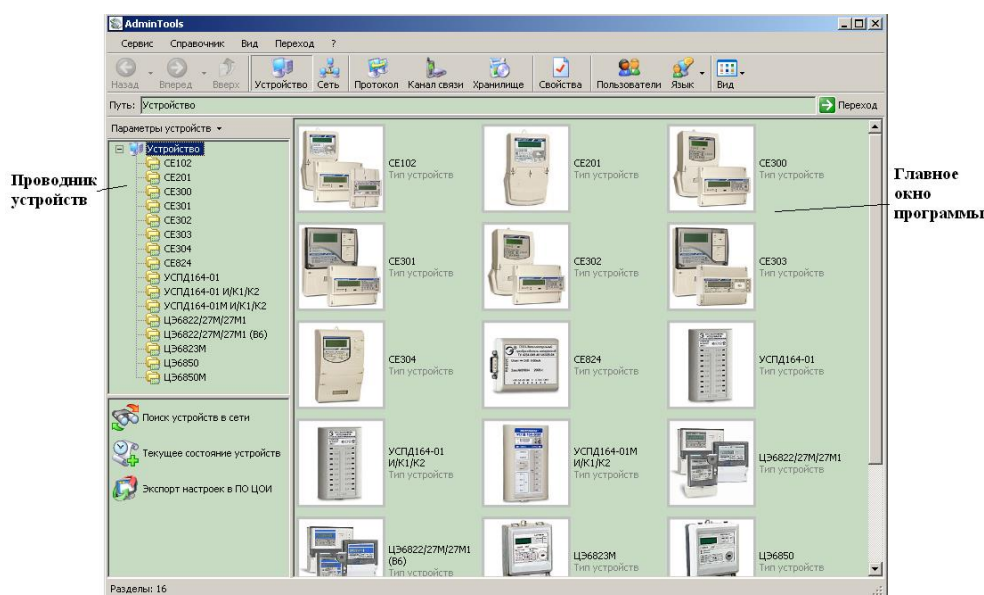

Рисунок 6.1 – Вид окна программы для выбора типа счётчика
6.1 Нажать кнопку «Устройство» на панели инструментов. Выбрать тип устройства «CE303» («CE301») в проводнике устройств, находящемся в левом верхнем углу, одним нажатием левой кнопки мыши или в главном окне программы двойным нажатием кнопки мыши (рисунок 6.1).